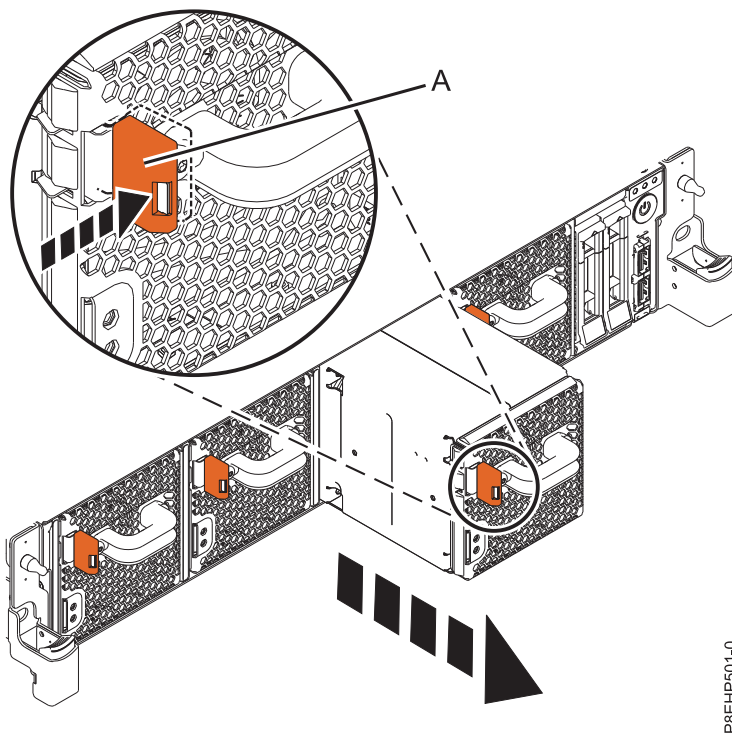

Figura 57. Extracción de un ventilador del sistema
2. Para extraer el ventilador de su posición en el sistema, presione la pestaña de bloqueo de color terracota (A) tal como se muestra en la Figura 57.